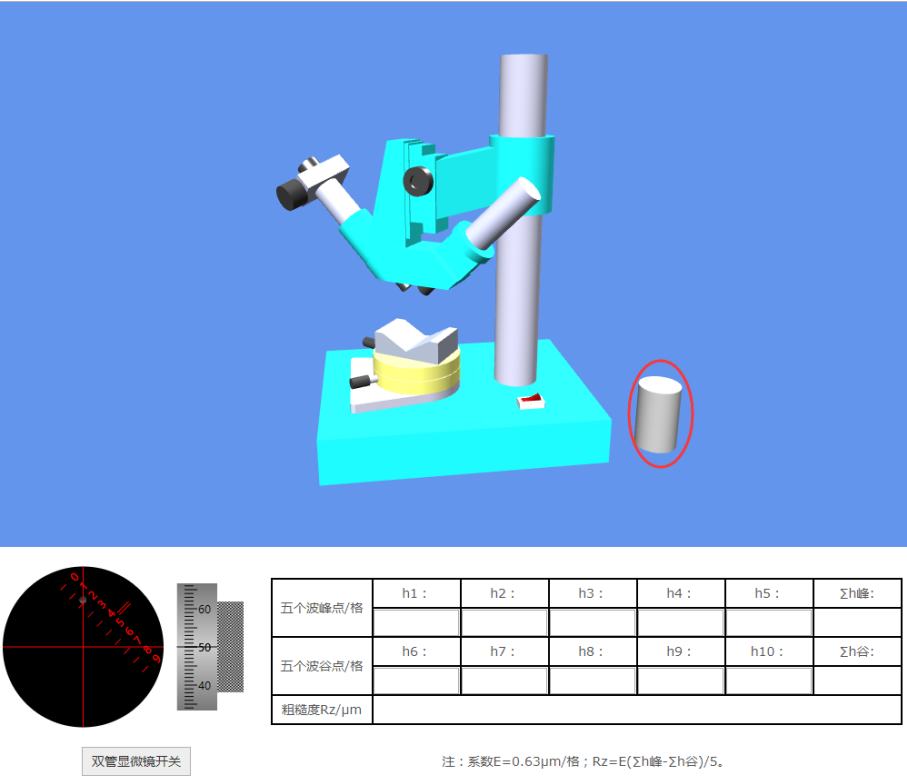

图 3 表面粗糙度测量实验场景
2. 用鼠标点击场景中的圆柱工件，将其置于测量工作台上（图 3）。